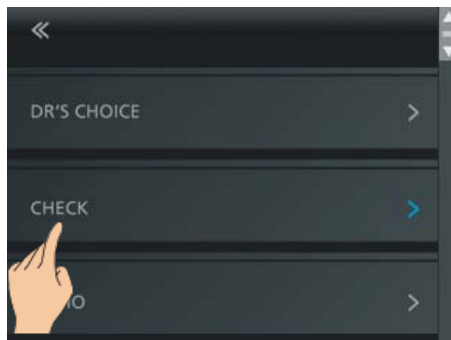

Fig. 28 Välja inställningen CHECK
- Öppna menyn Inställningar och välj funktionen CHECK (fig. 28).